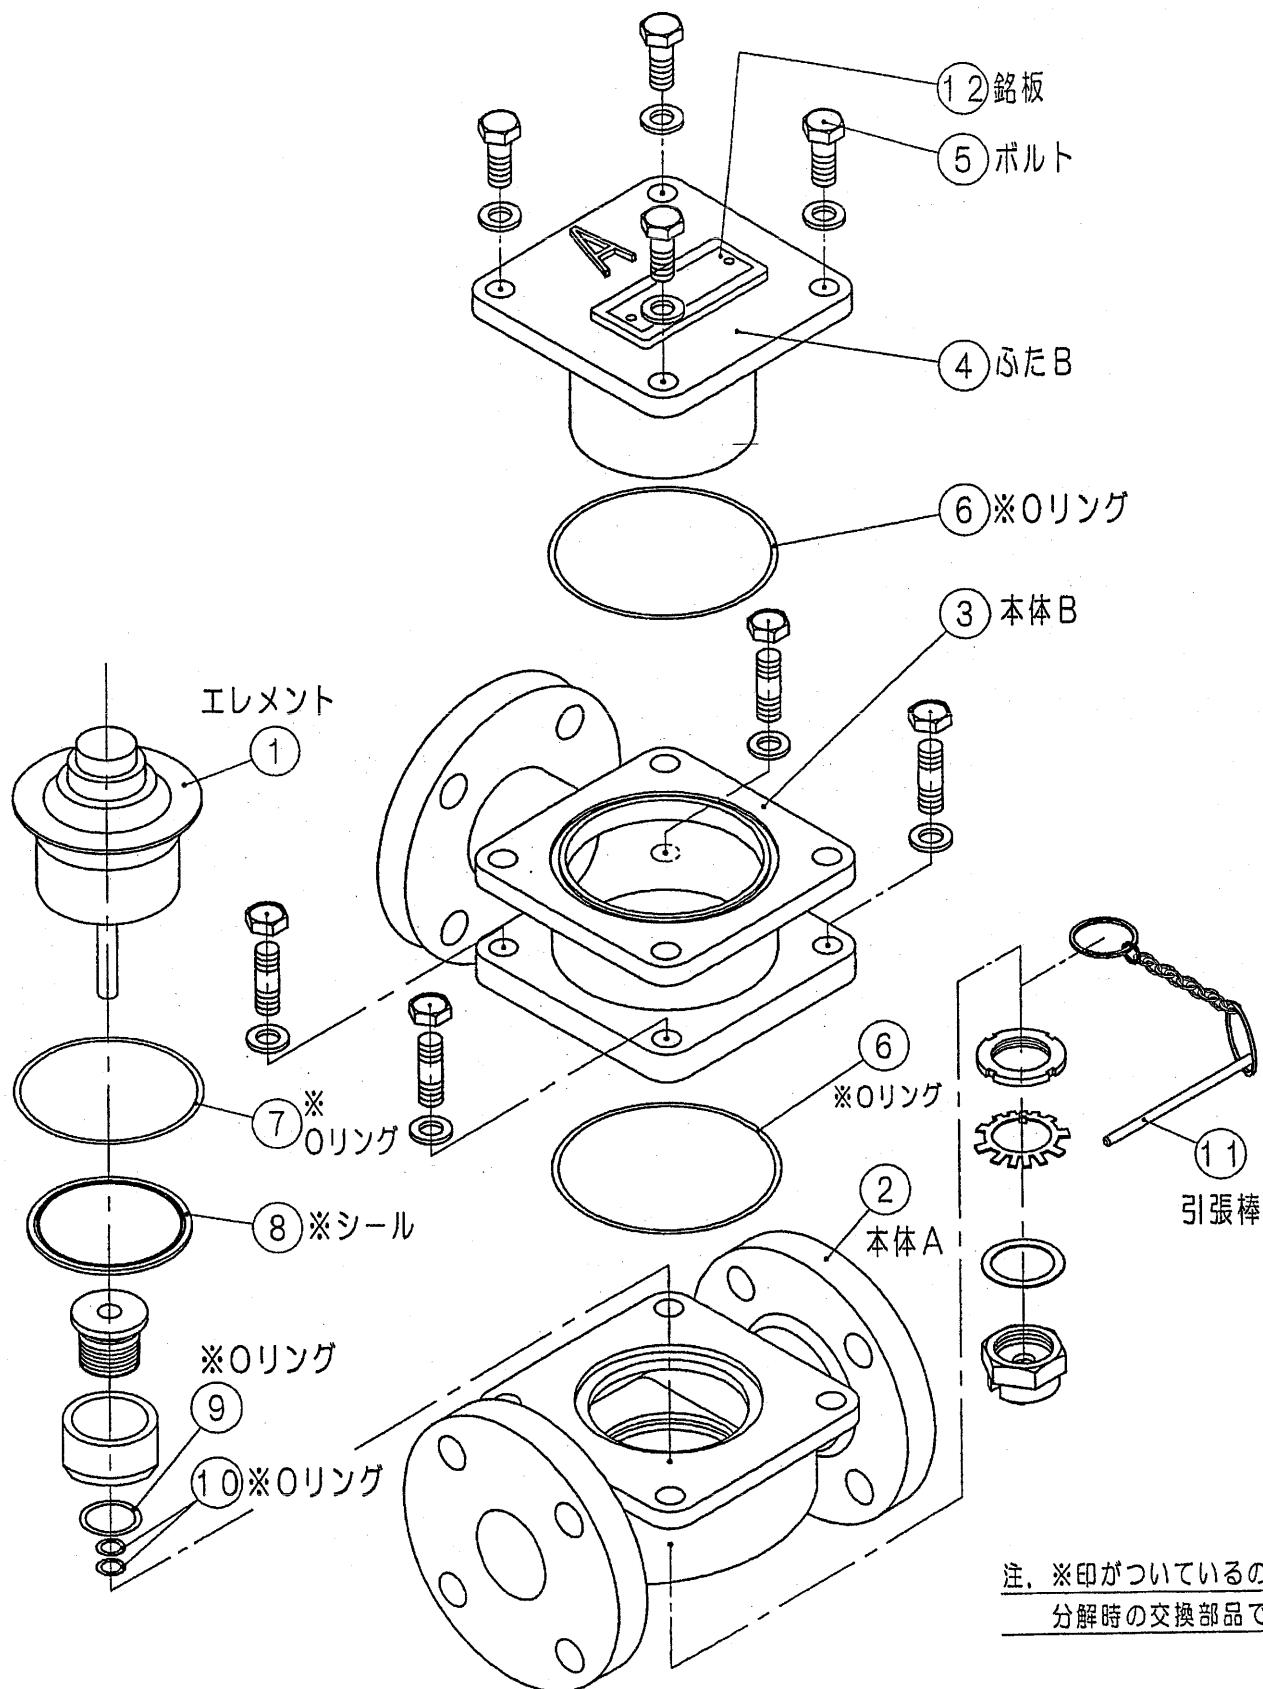

図6 分解・組立図
(1) 交換する部品については図6を参照ください。
(2) Oリングには組立時、組立補助材としてプラスティループNO.3を塗布してください。
(3) 交換部品は原則として分解時交換してください。